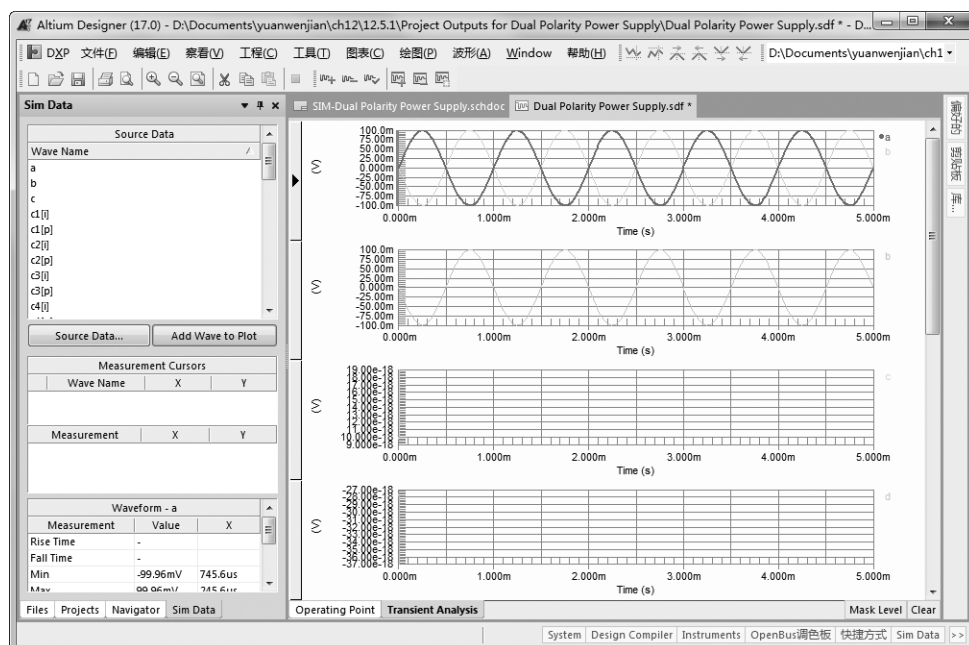

图 12-25 添加波形
(1) 在右侧波形图中选中波形 a，在左侧“Sim Date（仿真数据）”面板中选中 b，如图 12-25 所示，单击  按钮，在右侧图中将波形 b 导入到波形图 a。